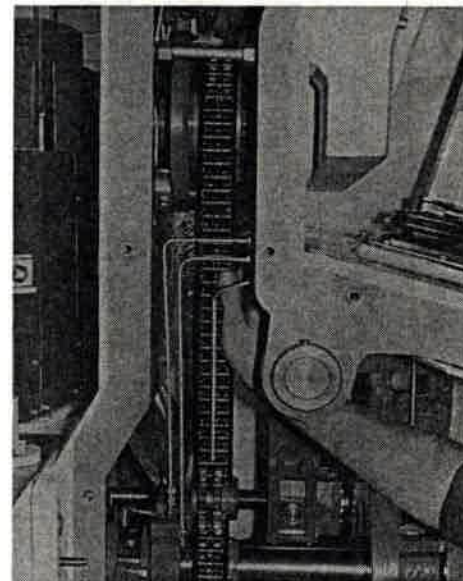

Bild 108
2. Kette am längstfreiliegenden Teil durchdrücken (Bild 108). Sie muß sich 10...15 mm durchdrücken lassen.